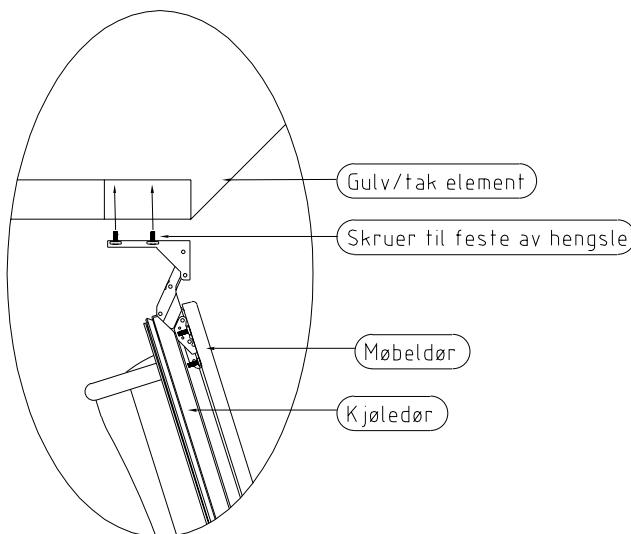

Fig 5
3. **Dør til skrog.** Skru først ut festeskruer som står skrudd fast i gulv og tak på valgt hengsleside med vedlagt umbrakonøkkel. Åpne hengslene som er montert på kjøledør. Døren holdes i åpen stilling, mens hengsleskruene tres gjennom hull i hengsler og skrues inntil (ikke helt fast) i gulv og tak - se fig. 5. **NB! Dersom du monterer alene, bygg en støtte under kjøledør i riktig høyde for hengsle og la døren hvile på denne mens du skrur i hengslene.**